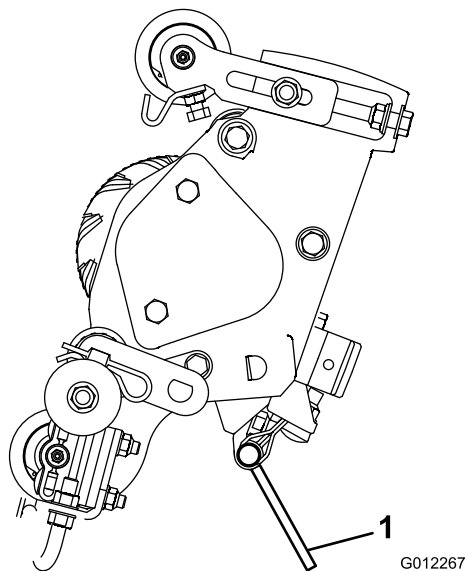

Figura 2
**Nota:** Cuando sea necesario inclinar la unidad de verticorte y dejar expuestas las cuchillas de la misma, utilice el soporte de pie (suministrado con la unidad de tracción) (Figura 2).